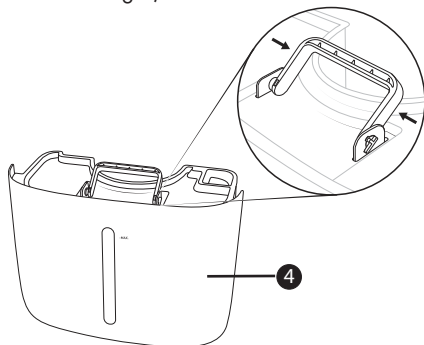

Abb. 5
- ▶ Reinigen Sie den Wassertank ④ nicht in der Spülmaschine. Dieser wird dadurch sonst beschädigt.
- ◆ Entnehmen Sie den Wassertank ④, gießen das Wasser weg und trocknen ihn vor dem Einsetzen innen und außen gut ab.
- ◆ Um den Wassertank ④ von innen zu reinigen, müssen Sie den Deckel entfernen. Neigen Sie hierzu den Griff so weit nach hinten, bis die Zapfen am Griff mit den Nuten am Wassertank ④ übereinstimmen. Sie können nun den Griff lösen, indem Sie ihn an beiden Seiten aus den Nuten drücken (siehe Abbildung 5).